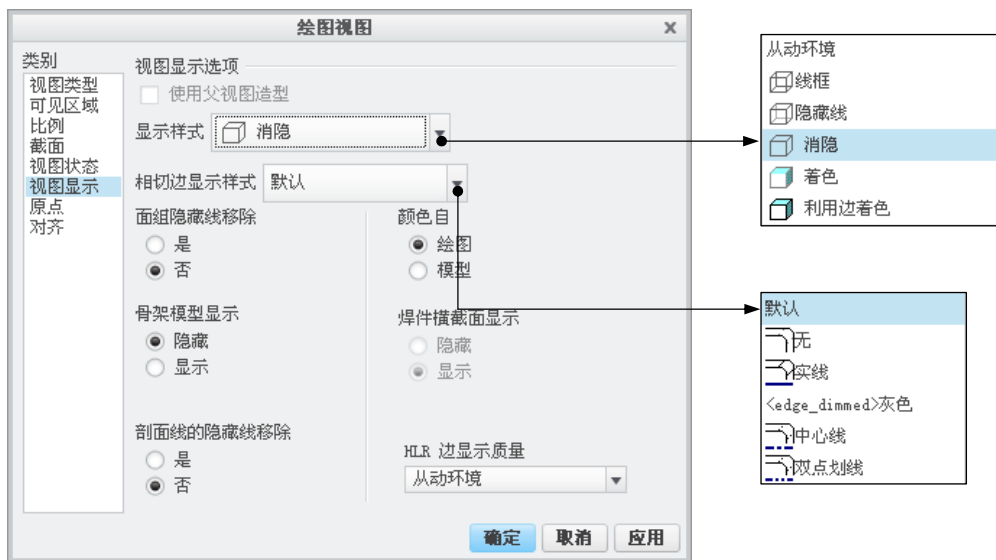

图 6.4.17 “绘图视图”对话框
Step2. 系统弹出图 6.4.17 所示的对话框,在该对话框中选择类别选项组中的视图显示选项。
Step3. 按照图 6.4.17 所示的对话框进行参数设置,即“显示线型”设置为“消隐”,然后单击对话框中的确定按钮,关闭对话框。